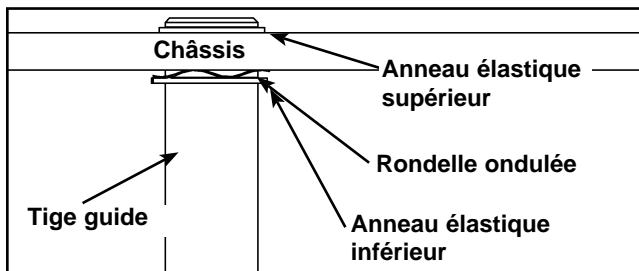

Figure 8
C. À l'aide de la pince à anneau élastique externe, enlevez l'anneau élastique supérieur de l'une des tiges guides et abaissez celle-ci avec précaution. Reportez-vous à la figure 8.